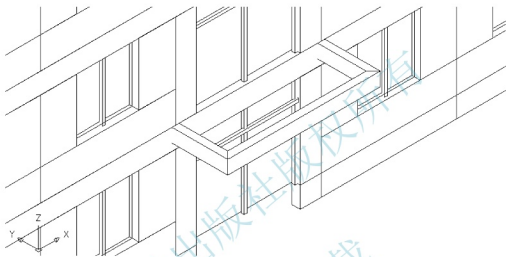
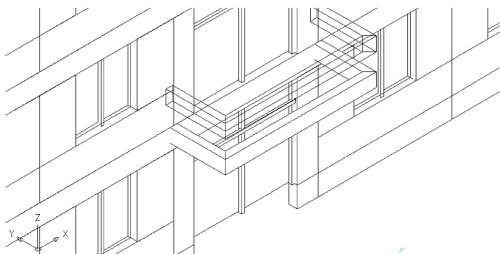

图 6.40 将二层阳台的挑梁和封边梁移动就位
图 6.41 复制生成阳台扶手
- (1) 在命令行输入“M”后按 Enter 键, 启动【移动】命令。
- (2) 在**选择对象**: 提示下, 选择刚才绘制的挑梁和封边梁。
- (3) 在**指定基点或 [位移(D)] <位移>**: 提示下, 在绘图区域单击任意一点作为移动的基点。
- (4) 在**指定第二个点或 <使用第一个点作为位移>**: 提示下, 输入“@0<0, 3900”, 表示将挑梁和封边梁向 Z 轴正方向移动 3900(3300+600)mm, 结果如图 6.40 所示。
- (1) 启动【复制】命令 (快捷键 CO)。
- (2) 在**选择对象**: 提示下, 选择如图 6.40 所示的挑梁和封边梁。
- (3) 在**指定基点或 [位移(D)] <位移>**: 提示下, 在绘图区域单击任意一点作为复制的基点。
- (4) 在**指定第二个点或 <使用第一个点作为位移>**: 提示下, 输入“@0<0, 1100”, 表示将挑梁和封边梁向 Z 轴正方向移动 1100(900+200)mm, 结果如图 6.41 所示。
- (5) 修改阳台扶手的高度。